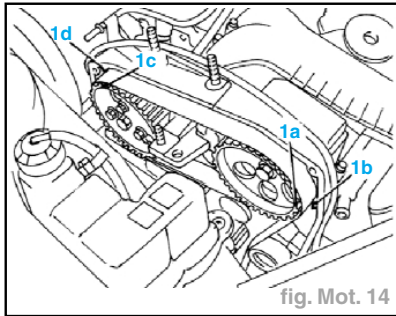

fig. Mot. 14
- Faire tourner le vilebrequin dans son sens normal de rotation pour amener le cran situé sur la poulie crantée de distribution (1a) au niveau de celui qui se trouve sur le cache-poussoirs (1b) ; le cylindre sera ainsi au PMH et le cran (1c) situé sur la poulie de la pompe d'injection coïncidera avec le repère (1d) situé sur le support de la pompe d'injection (fig. Mot. 14).